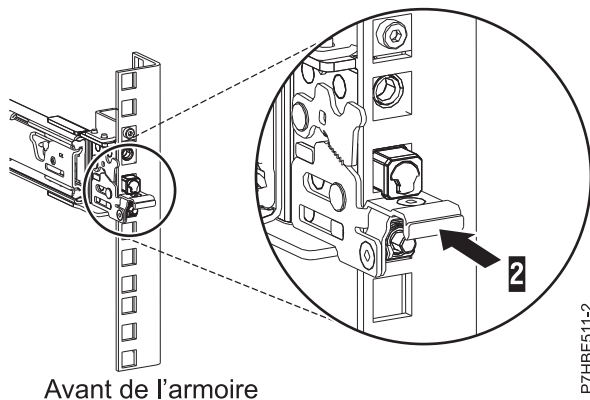

Figure 23. Loquet installé sur la glissière avant de l'armoire
7. Lorsque vous tirez la glissière vers l'avant, vérifiez que les trois broches traversent les trous d'armoire, puis insérez complètement le taquet avant (2). Pour plus de détails, voir figure 23.